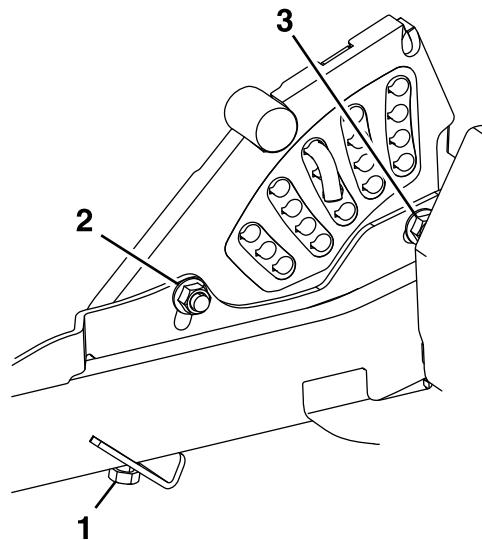

Figure 85
13. Si les 4 dispositifs de réglage du tablier ne disposent pas d'un réglage suffisant pour produire une hauteur de coupe précise, vous pouvez réajuster le système monopoint (**Figure 85**).
14. Pour régler le système monopoint, commencez par desserrer les boulons de fixation des plaques de hauteur de coupe avant et arrière (Figure 85).
16. Serrez les 2 boulons au bas de la plaque de hauteur de coupe (Figure 85).